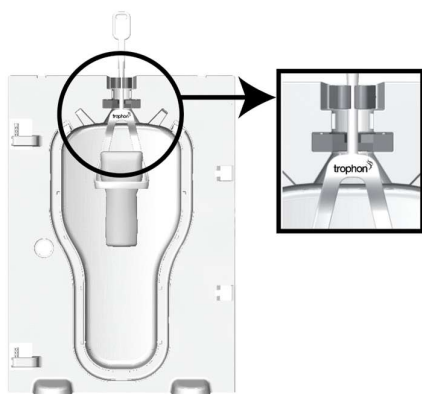
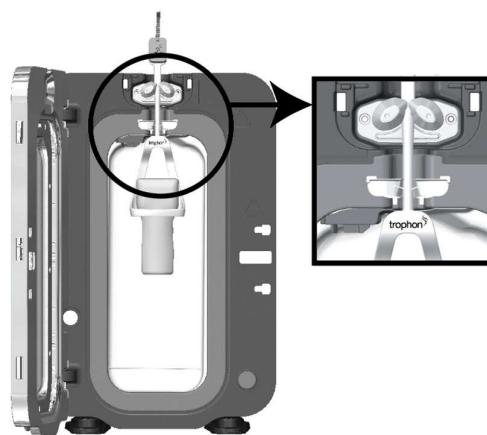

Figura 4
Figura 5
- **WUPH-A** trophon Wireless Ultrasound Probe Holder-A (WUPH-A) alloggia una sonda a ultrasuoni wireless compatibile all'interno della camera trophon. È adatto per l'uso con i dispositivi trophon EPR, trophon2 e trophon3 (vedere rispettivamente Figura 4 e Figura 5).